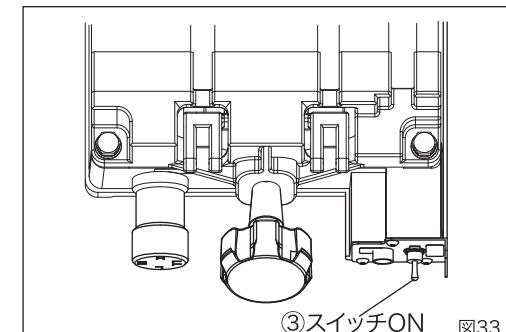

図33
- ③ベース前面右側にあるスイッチをONにし、ノコ刃を回転させます。(図33)